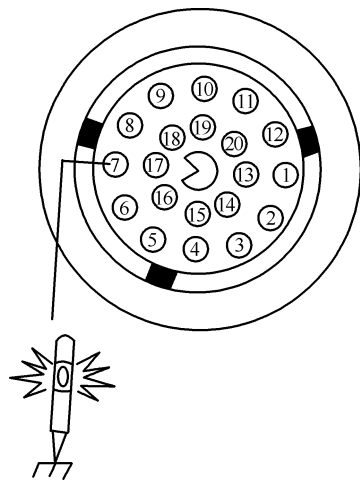

图 1-11 连接 LED 测试灯
- 2) 连接 LED 测试灯在发动机诊断插座的 7 号脚和接地之间(图 1-11)。诊断插座位于左侧或右侧转向柱附件或位于发动机舱壁上。
- 2) 连接 LED 测试灯在发动机诊断插座的 7 号脚和接地之间(图 1-11),诊断插座位于左侧或右侧转向柱附近或位于发动机舱壁上。